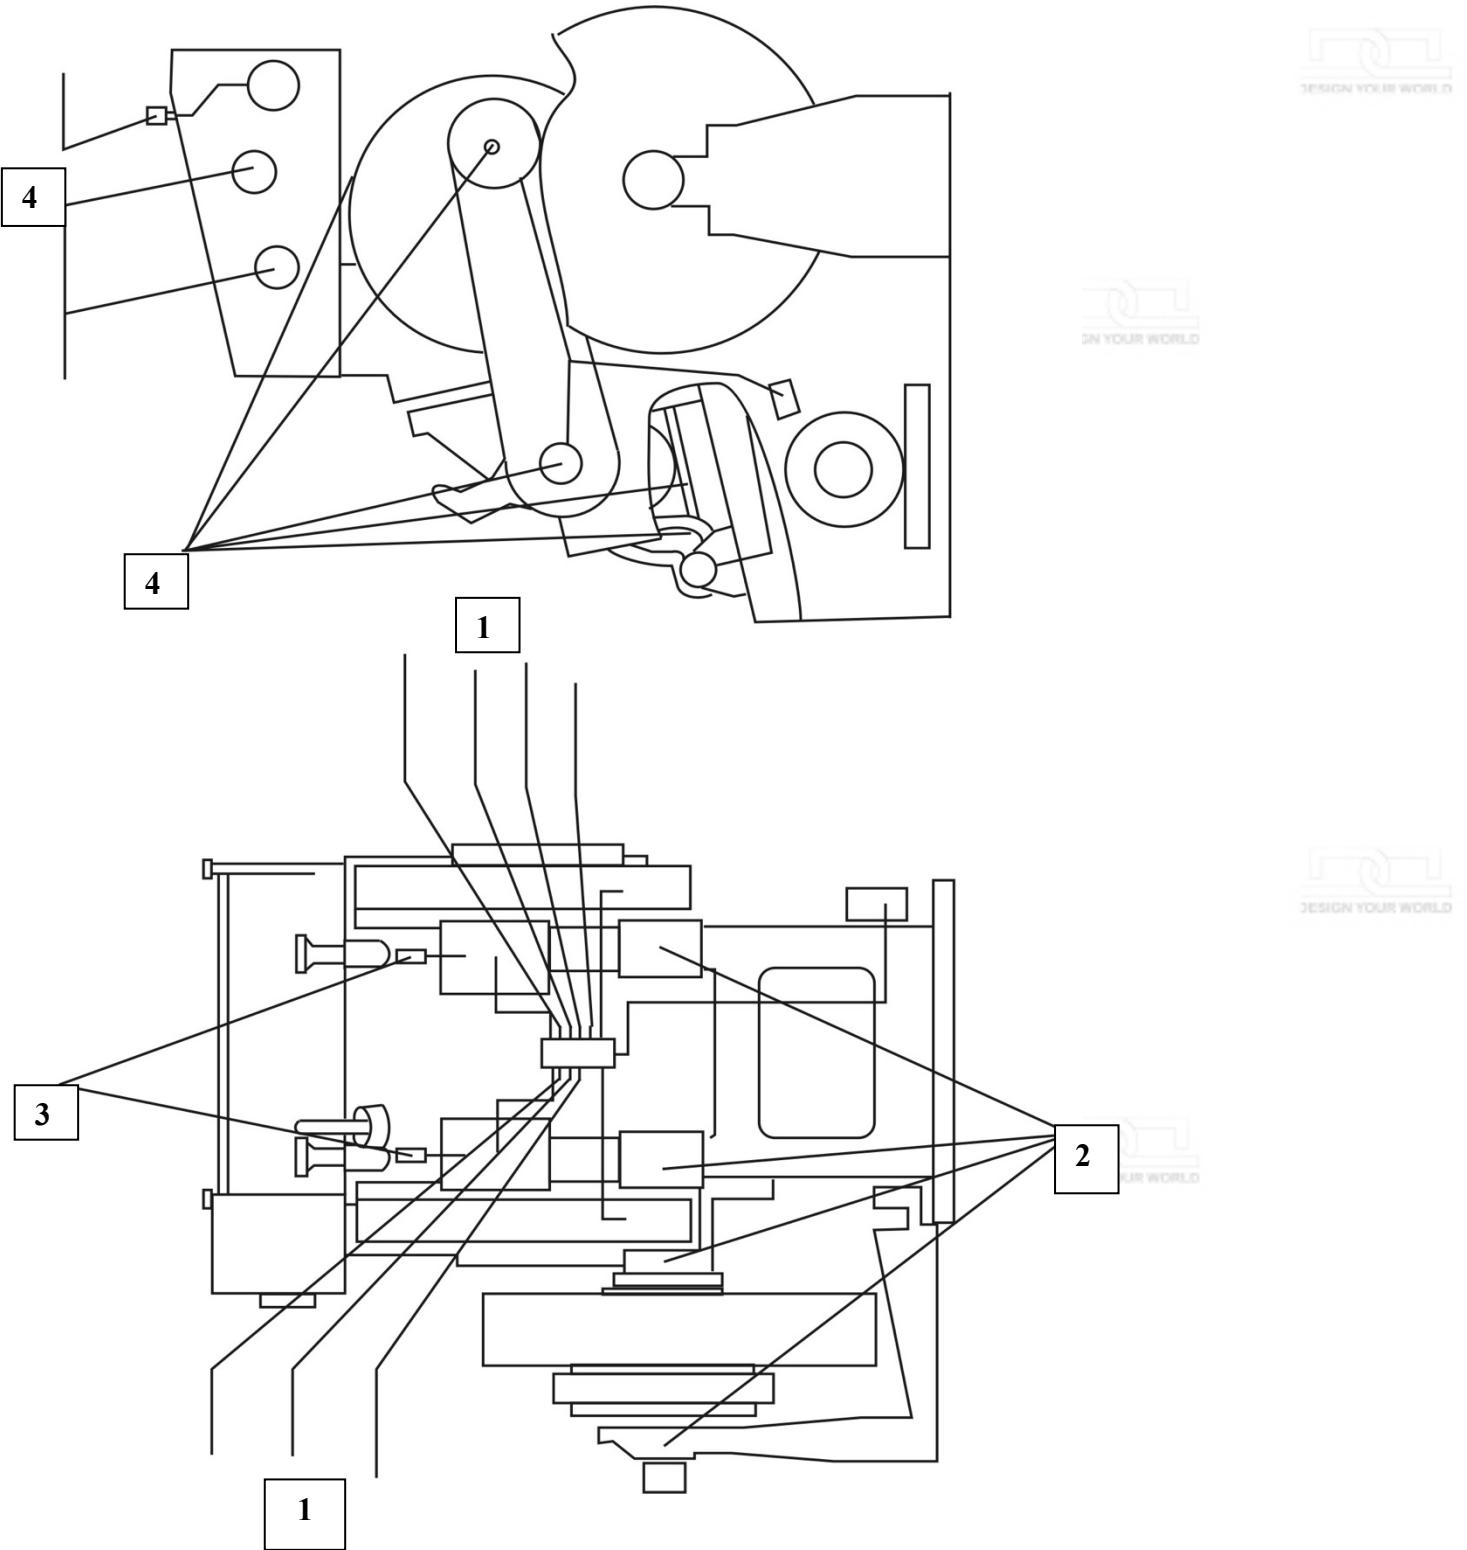

Рис. 9. Схема системы смазки
- 3.7.1. На рис. 9 показаны смазочные места. Позиция 1. Централизованная система смазки с помощью ручного масляного насоса: добавить машинное масло, дважды в смену, накачивать